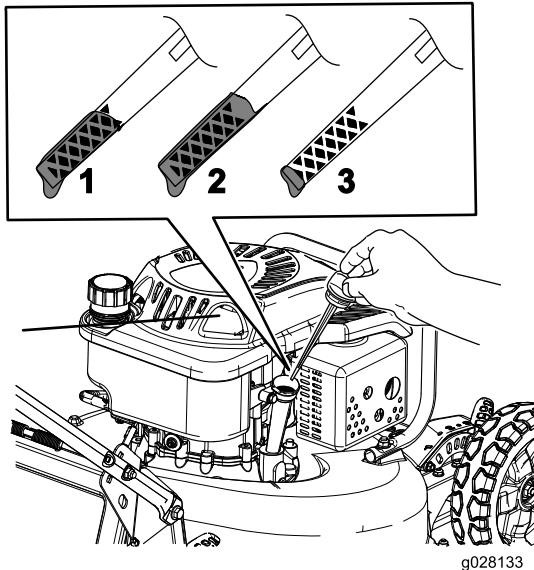

Figure 13
2. Retirez la jauge (Figure 13).
5. Ressortez la jauge et vérifiez le niveau d'huile; voir Figure 13.